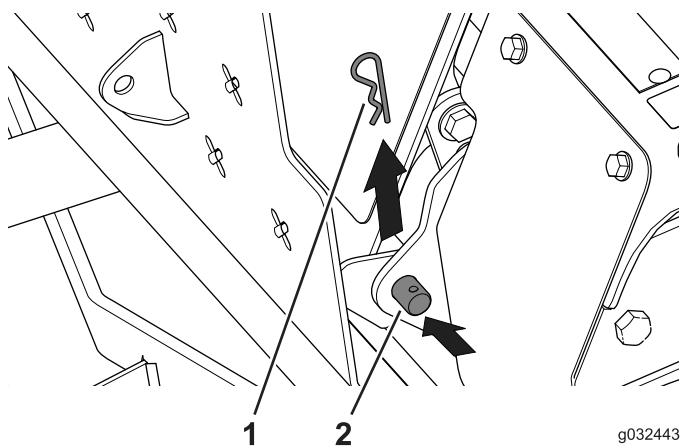

Figura 51
3. Retire las 2 chavetas de los pasadores de giro que conectan la plataforma del operador al soporte de giro (Figura 51).
4. Solicite la ayuda de otra persona para retirar los pasadores de giro y la plataforma del operador (**Figura 51**).